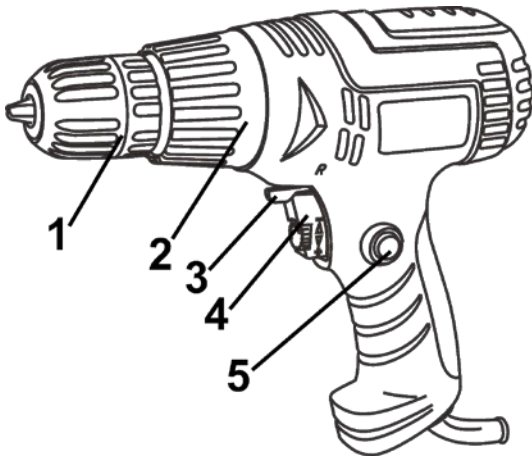

Рисунок 1
5.1 Встановіть необхідний крутний момент за допомогою кільця регулятора моменту затягування (2) (див. рисунок 1).
5.3 Для включення виробу натисніть на курок вимикача (4) (рисунок 1). Для відключення виробу слід курок відпустити. Регулювання швидкості обертання патрона здійснюється ступенем натискання на клавішу вимикача.